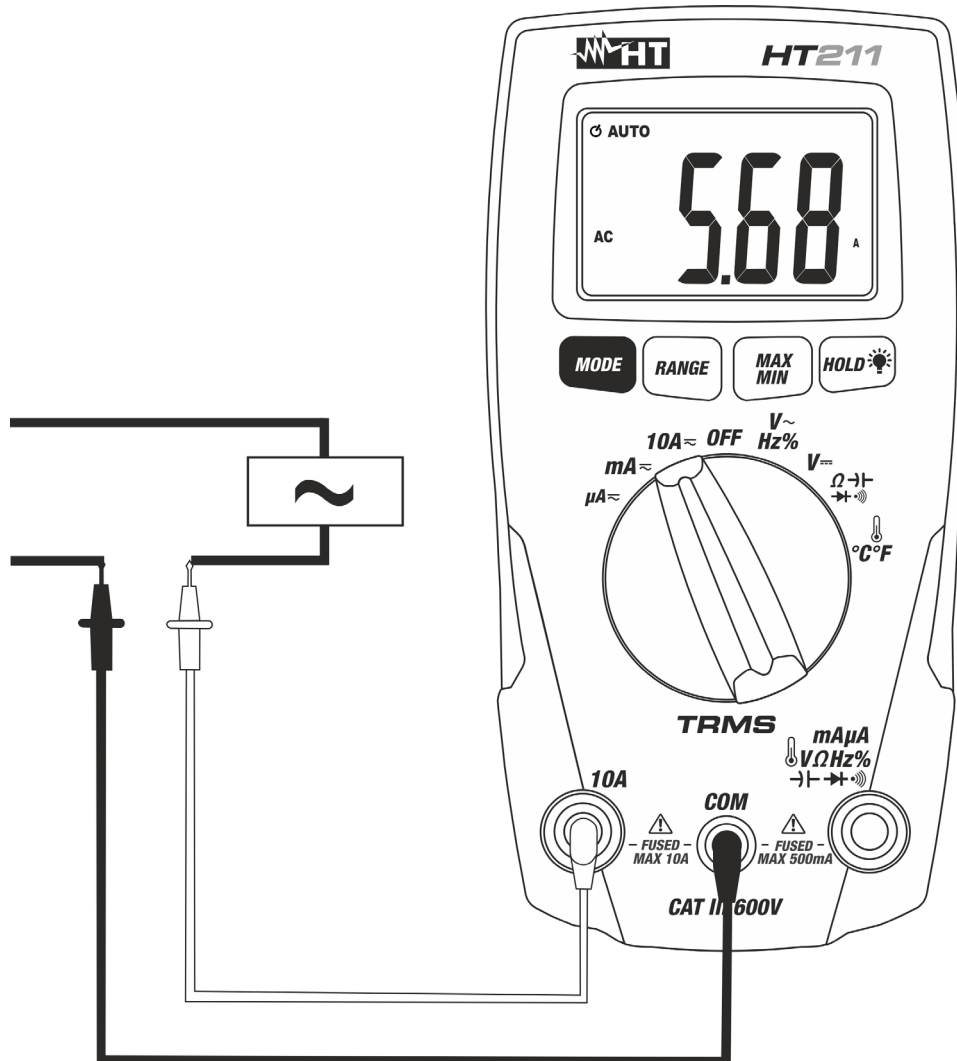

Fig. 10: Uso dello strumento per misura di Corrente AC
4. Collegare il puntale rosso ed il puntale nero in serie al circuito di cui si vuole misurare la corrente (vedere Fig. 10).